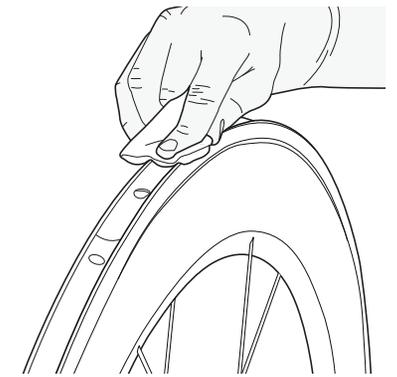

Figure 21. Essuyez la zone poncée de la jante avec un chiffon propre et une petite quantité d'acétone et préparez-la pour la colle.
5. Appliquez une petite quantité d'acétone sur un chiffon propre (Figure 21).